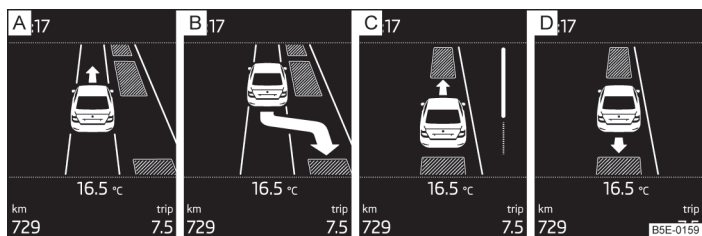

Fig. 134 Afișări pe ecranul panoului de bord
Când sistemul a recunoscut un spațiu de parcare adecvat, spațiul de parcare se afișează pe ecran » fig. 134 **A**.
- Continuați deplasarea înainte, până când pe ecran apare afișajul » fig. 134 - **B**.
- Dacă pe ecran clipește săgeata care indică spre înainte » fig. 134 - **C**, cuplați treapta 1 de viteză, respectiv aduceți maneta selectorului de viteze în poziția **D**.
- Dacă pe ecran clipește săgeata care indică înspre în spate » fig. 134 - **D**, cuplați din nou treapta marșarier, respectiv aduceți maneta selectorului de viteze în poziția **R**.